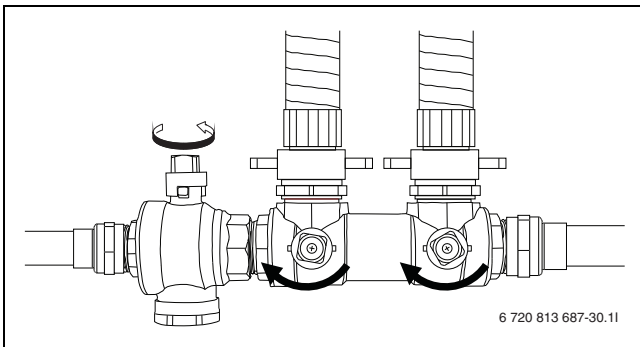

Bild 21 Einfüllsätze in Druckerhöhungsposition
- ▶ Nach erfolgter Entlüftung Kreis unter Druck setzen. Ventile der Befülleinrichtung auf Druckerhöhungsposition stellen und Kreis mit 2,5 bis 3 bar unter Druck setzen (→ Abb. 21).